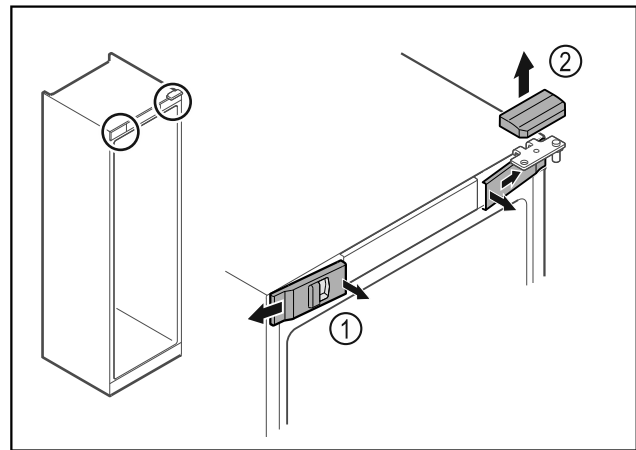

Fig. 15
- Vidinėje pusėje atfiksukite priekines dengiamąsias plokšteles Fig. 15 (1) ir nuimkite jas į šoną.
- Nuimkite viršutinę dengiamąją plokštelę Fig. 15 (2) į viršų.